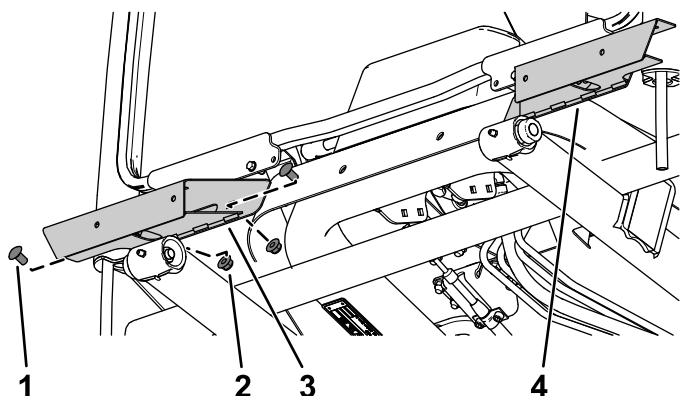

Figura 14
1. Prenda a base da luz esquerda e base da luz direita à estrutura da cabina utilizando dois parafusos de carroçaria ($\frac{3}{8} \times \frac{3}{4}$ pol.) e duas porcas de bloqueio ($\frac{3}{8}$ pol.) em cada lado (Figura 14).